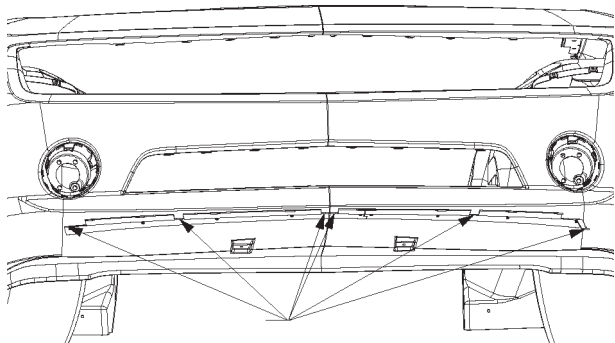

FIGURE 52
9. Percer (9) trous de 0,48 cm (3/16 po) dans le carénage du véhicule, en se servant des trous d'attache comme guide.
11. Enlever les six languettes de positionnement des grosses attaches de gauche et de droite, et retirer le ruban. Se reporter à la Figure 52.